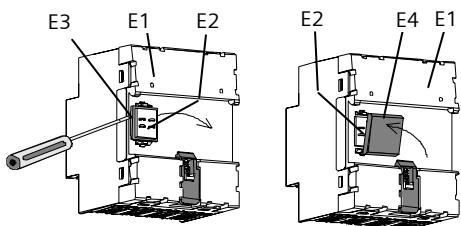

Bild 5 / Figure 5
**Abnehmen der Fixierung:** siehe Bild 5
**Aufsnappen der Isolierkappe:** siehe Bild 5
**Removing the locating clamp:** see figure 5
**Clipping on the insulation cap:** see figure 5